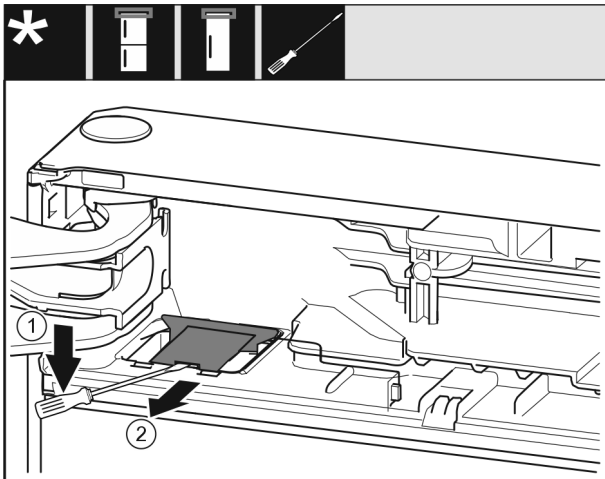

Fig. 13
- ▶ Mit einem Schlitzschraubendreher die Abdeckung Fig. 13 (1) ausrasten.
- ▶ Abdeckung Fig. 13 (2) herausnehmen.